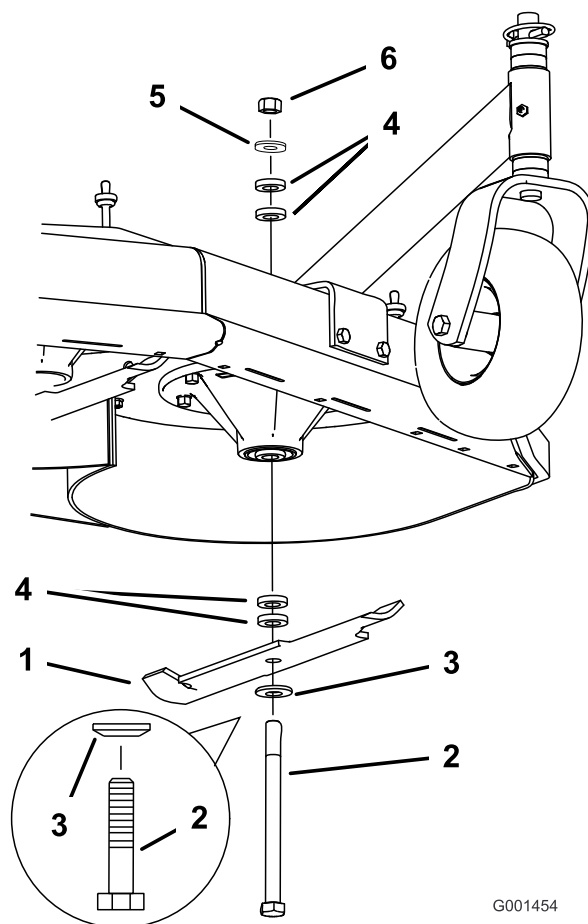

Figura 10
3. Sujete el perno de la cuchilla y retire la tuerca (Figura 10).
4. Deslice el perno por el eje, y cambie los espaciadores según sea necesario (Figura 10).
5. Instale el perno y la arandela curva, añada los espaciadores adicionales que sean necesarios, y sujételos con una arandela fina y una tuerca (Figura 10).